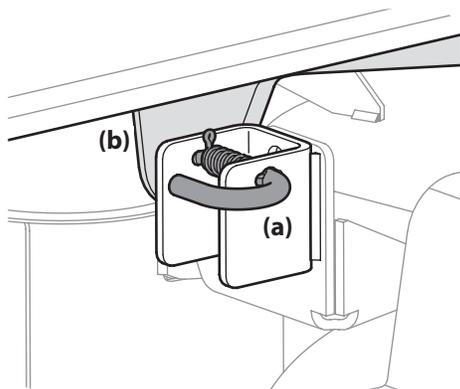

Figura 4-14
- Ubique los pasadores de liberación de la plataforma del lado izquierdo y del lado derecho (a) que se encuentran a cada lado de la plataforma. Tire de los pasadores de liberación de la plataforma (a) hacia afuera y suelte la plataforma de los brazos de elevación del lado derecho e izquierdo de la plataforma (b). Consulte Figura 4-14.
- Tire de los pasadores de liberación de la plataforma hacia afuera y ubique la plataforma según sea necesario para alinear los orificios de los brazos de elevación de la plataforma con los pasadores. Consulte la Figura 4-14.